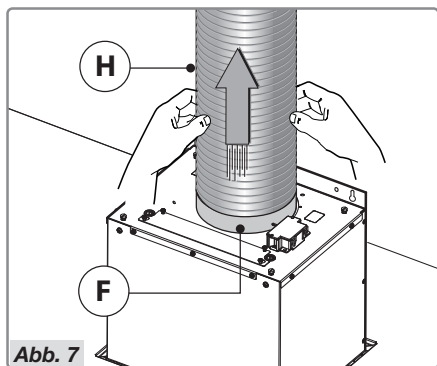

Abb. 7
- Befestigen Sie das Luftabzugsrohr **H** (nicht im Lieferumfang enthalten) am Verbindungsflansch **F**, wie in Abbildung 7 dargestellt.